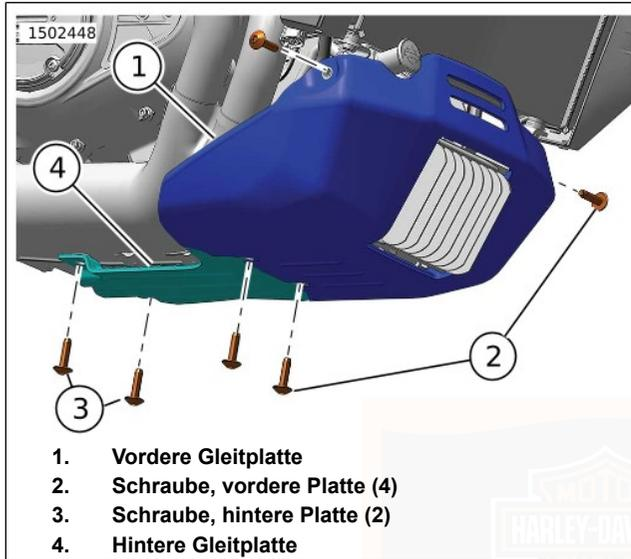

Abbildung 76. Zweiteilige Gleitplatte
1. Abbildung 76 Die Schrauben (2) entfernen.
2. Die vordere Gleitplatte (1) entfernen.
1. Abbildung 76 Die Schrauben (3) entfernen.
2. Die hintere Gleitplatte (4) entfernen.
2. Abbildung 76 Die hintere Gleitplatte (4) positionieren.
3. Die Schrauben (3) anbringen. Von Hand anziehen.
2. Abbildung 76 Die vordere Gleitplatte (1) positionieren.
3. Die Schrauben (2) anbringen. Die Schrauben (2 und 3) anziehen.